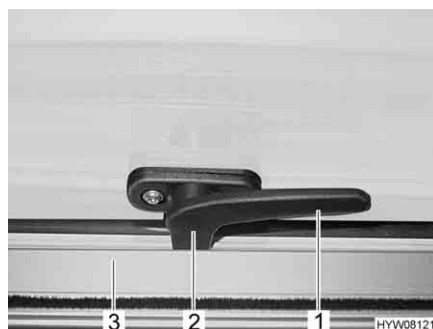

Fig. 40 Leva di serraggio in posizione "Chiuso"
- Ruotare la leva di serraggio (Fig. 40,1) di un quarto di giro verso il centro della finestra.
- Ruotare la leva di serraggio (Fig. 40,1) di un quarto di giro verso il telaio della finestra. Il nasello di chiusura (Fig. 40,2) si trova sul lato interno della chiusura della finestra (Fig. 40,3).